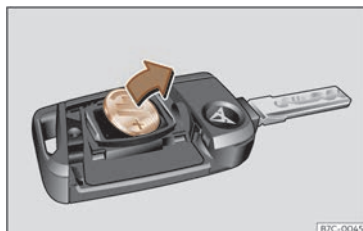

Fig. 45 Clau del vehicle: extracció de la pila.
- Traieu la pila del compartiment amb un objecte fi adequat >>> **fig. 45**.
- Encaixeu una pila botó nova dins del compartiment >>> ①.